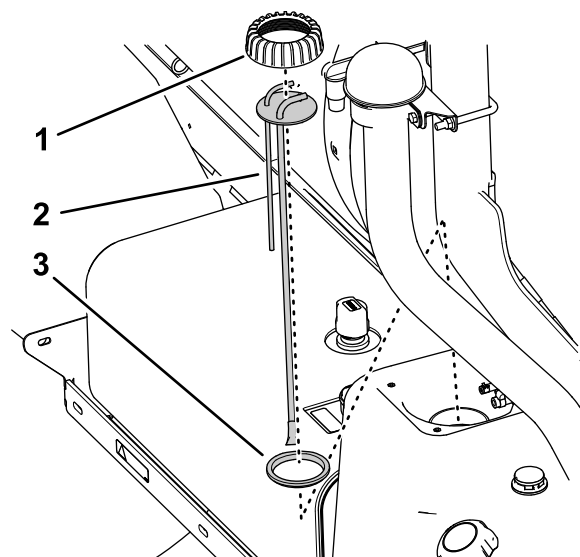

Figure 79
5. Tournez le bouchon du tuyau vertical/transmetteur de carburant dans le sens antihoraire pour le retirer (Figure 79).
6. Soulevez et déposez le tuyau vertical/transmetteur de carburant du réservoir de carburant (Figure 79).
1. Placez le bouchon sur le tuyau vertical et le tuyau vertical sur le joint (Figure 79).
2. Alignez le bouchon, le tuyau vertical et le joint, et insérez l'ensemble avec précaution dans le réservoir de carburant (Figure 79).
3. Vissez le bouchon sur le goulot du réservoir de carburant et serrez-le à la main (Figure 79).